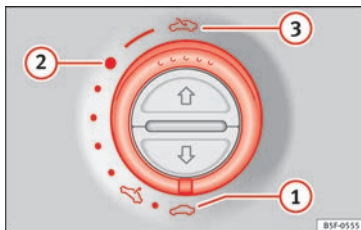

Fig. 11
- Abrir: gire el conmutador hacia la posición » fig. 11 ③.
- Posición de confort: gire el conmutador hacia la posición » fig. 11 ②.
- Cerrar: gire el conmutador hacia la posición » fig. 11 ①.